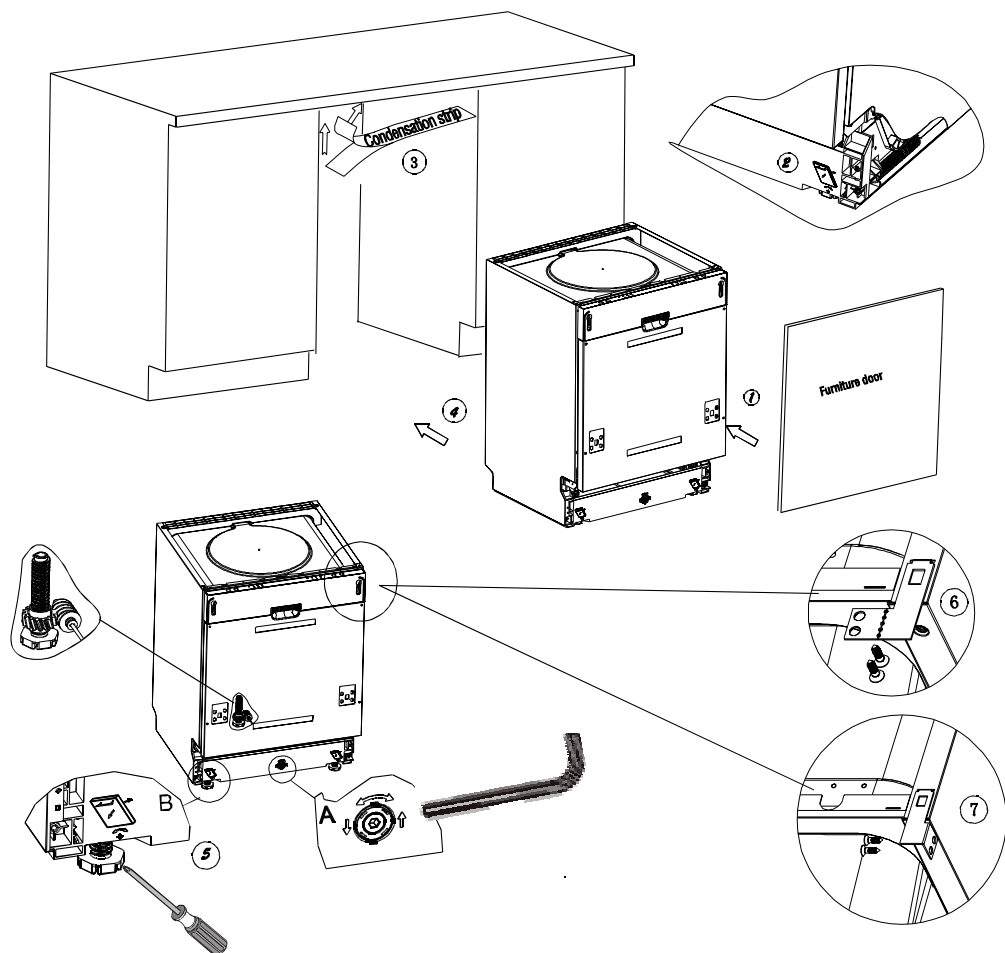

Рис. 7. Последовательность установки посудомоечной машины
1. Используя скобы, прикрепите декоративную дверцу от вашей мебели к дверце машины (см. п. 1 на рис. 7).
2. Отрегулируйте натяжение пружин дверцы при помощи торцевого ключа, поворачивая его по часовой стрелке для натяжения пружины и против часовой стрелки для того, чтобы ослабить пружины дверцы. Невыполнение данной операции может привести к повреждению посудомоечной машины (см. п. 2 на рис. 7).
6. Поместите посудомоечную машину на направляющие (см. п.4 на рис. 7).
9. Выровняйте машину. Задние ножки можно регулировать винтами, расположенными спереди (см. п. 6а на рис. 7). С помощью ключа отрегулируйте передние ножки (см. п. 6в на рис. 7).
А. Если у Вас столешница из дерева или ДСП, прикрутите машину к ней шурупами по дереву, будьте осторожны, вес машины может вырвать шурупы из дерева (см. п. 7 на рис. 7).
В. Если у Вас мраморная или гранитная столешница используйте скобы, чтобы прикрепить машину к стенам соседней мебели, при этом необходимо закрыть винты резиновыми шляпками, чтобы не повредить столешницу (см. п. 8 на рис. 7).